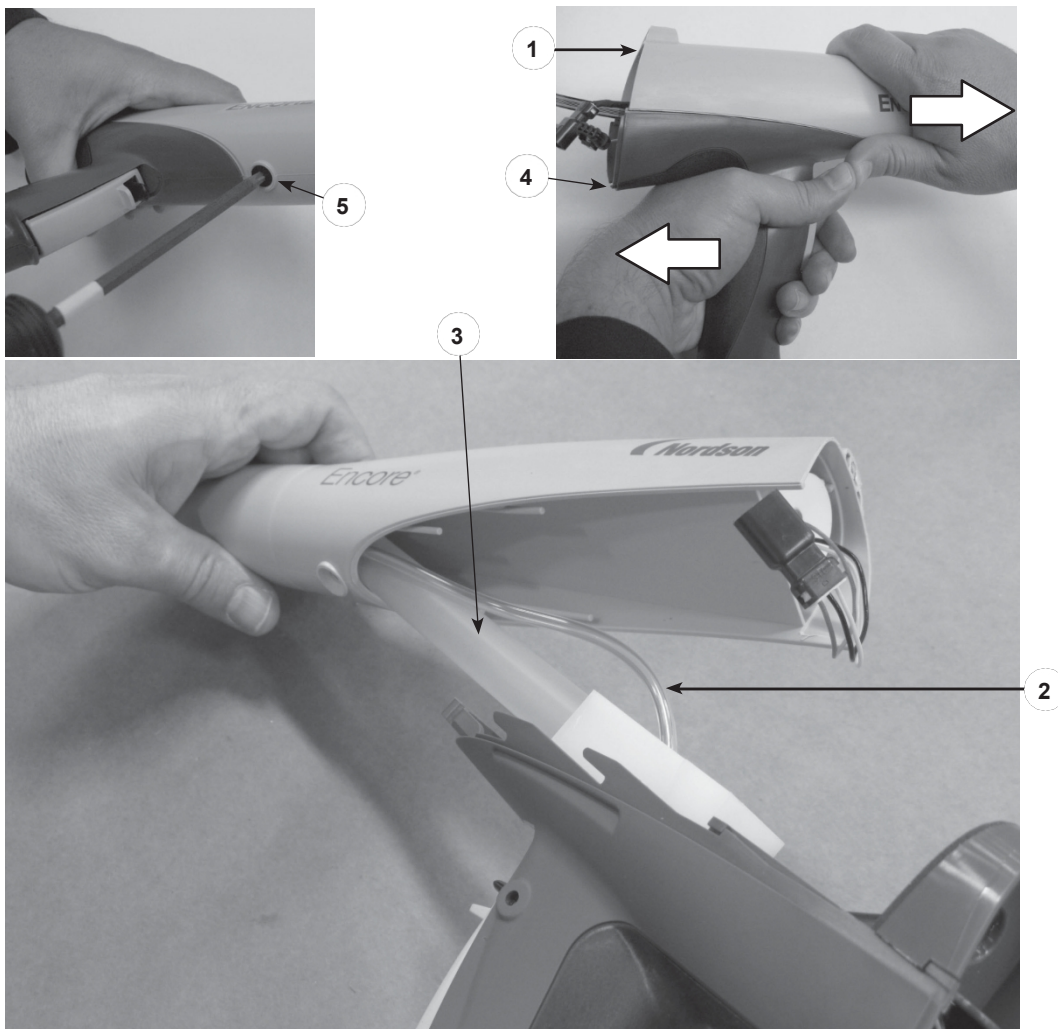

Figura 6-2 Rimozione dell' I corpo della pistola dall'impugnatura
4. Vedere la Figura 6-2. Rimuovere la vite in nylon nero (5) dal corpo della pistola.
5. Afferrare l'impugnatura (4) con una mano e il corpo della pistola (1) con l'altra. Premere i pollici di entrambe le mani mentre si tira in direzioni opposte per separare il corpo della pistola dall'impugnatura.
6. Inclinare la parte posteriore del corpo della pistola verso l'alto e in avanti per farlo scorrere fuori dal tubo di uscita della polvere. Il tubo di lavaggio dell'aria (2) impedirà la separazione completa del corpo della pistola e dell'impugnatura.
- NOTA:** Il tubo di uscita della polvere (3) è in vetro Pyrex. Prestare attenzione durante la rimozione del corpo della pistola dall'impugnatura.